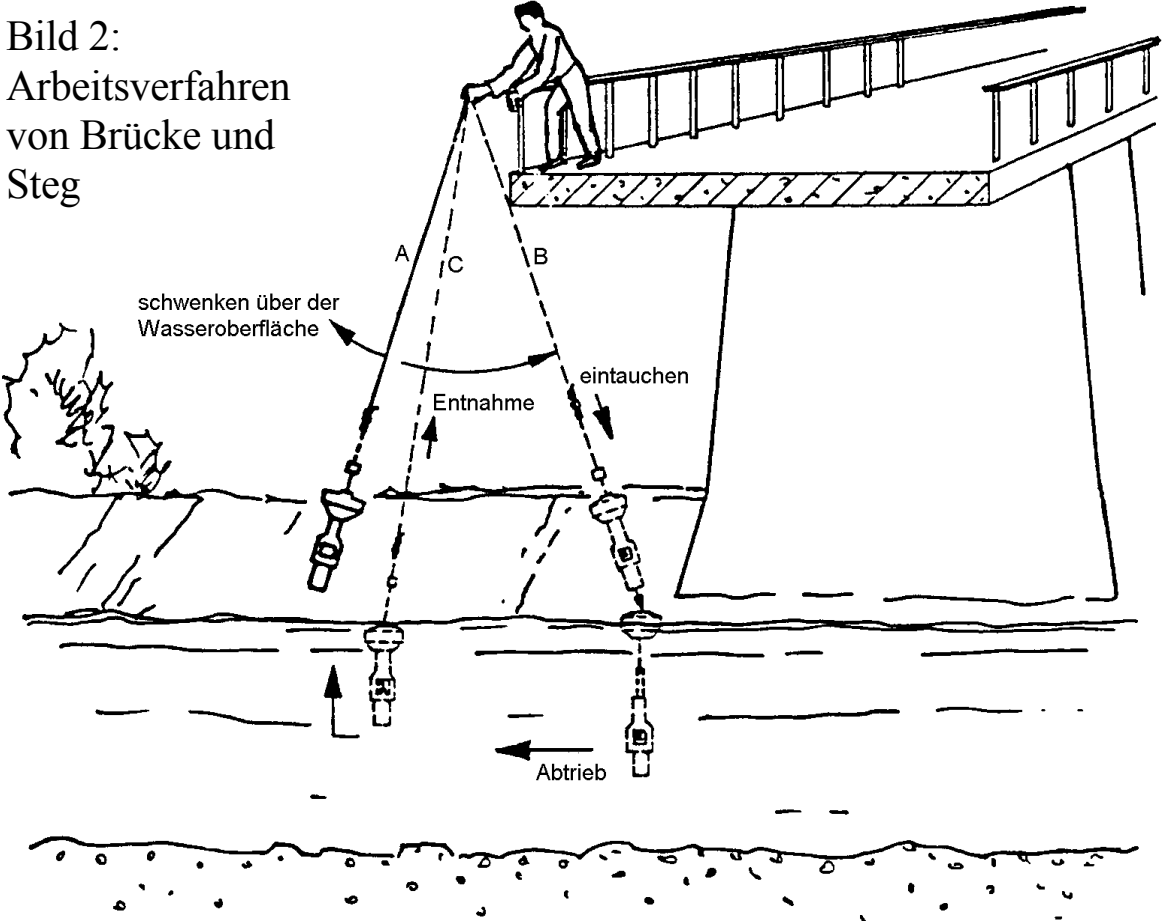

Bild 3: Arbeitsverfahren in größeren Tiefen von ruhigen Gewässern
Zur Probenahme ohne Schwimmer (s. Bild 3) - zusätzliches Zugseil (8) für die manuelle Betätigung des Flaschenverschlussmechanismus (7).
z. B. von einem Boot (s. Bild 3)
jedoch mit zusätzlichem Zugseil (8) (s. Bild 3).